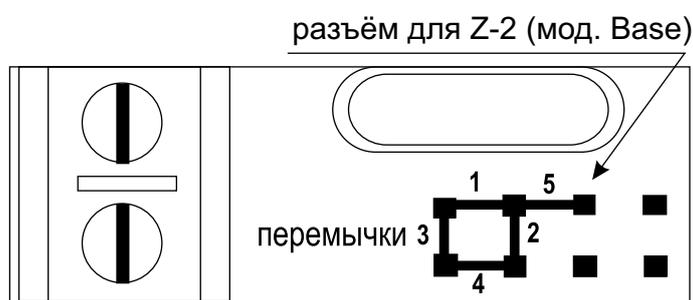
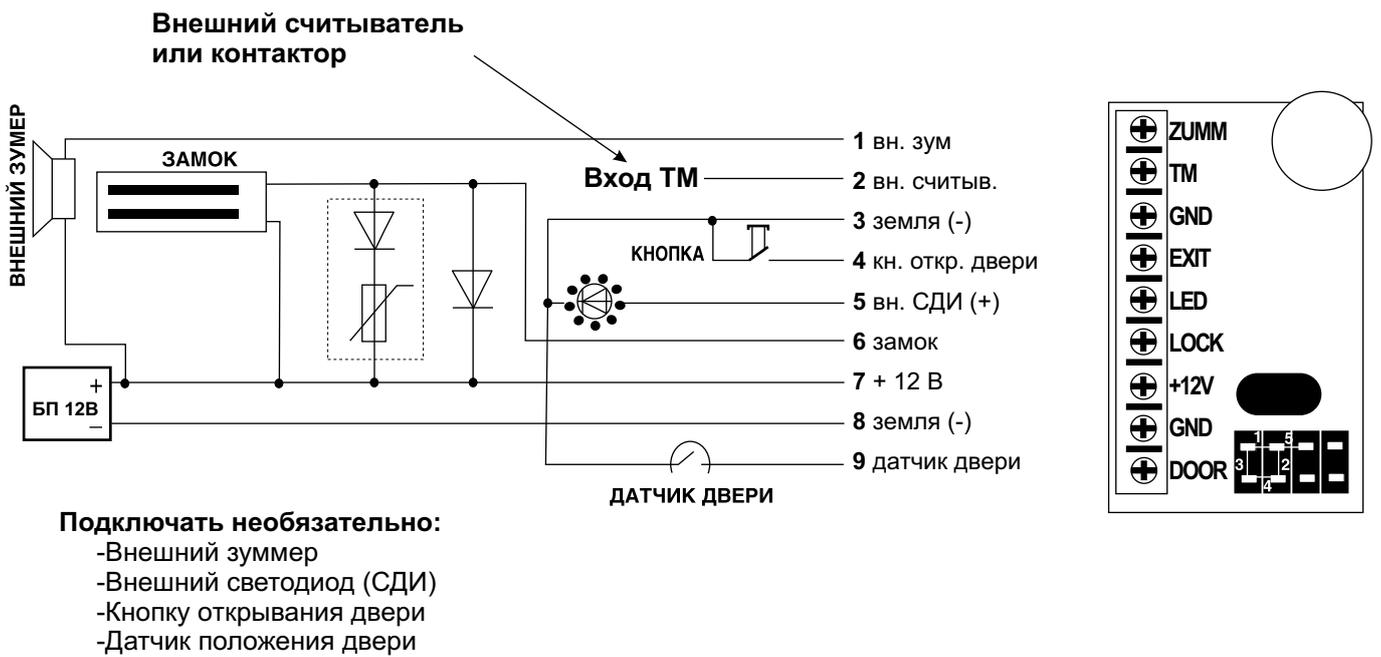

Рис. 3 Положение переключателя
Рис. 6 Подключение внешних устройств
В комплект поставки контроллера Z-5R входит перемычка, которая используется для программирования контроллера (всего пять положений) (см. рис.3).
Для уменьшения этой зависимости в контроллер встроена схема гашения тока, которая превращает «лишнюю» энергию в обмотке замка в тепло, что существенно сокращает время срабатывания замка. Однако возможности схемы не безграничны, и при трафике более 25 проходов за 5 минут она может выйти из строя из-за перегрева. Для защиты схемы гашения тока для таких точек прохода необходимо установить шунтирующий диод параллельно обмотке замка. После этого время срабатывания (открывания) электромагнитного замка может возрасти на 1-3 секунды по сравнению с работающей схемой гашения тока. Если такое увеличение времени неприемлемо, то рекомендуется последовательно с диодом установить варистор на напряжение до 14 вольт и рассеиваемой энергией от 0,7 Дж (рекомендуется V8ZA2P) (см. рис.6).
4. Установите защитный диод (см. рис.6). В случае, если замок электромеханический, установите переключатель в положение 1 (см. рис.3).